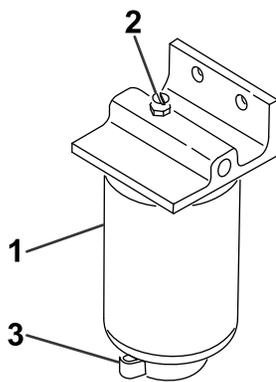

Bild 55
3. Lösen Sie das Ablassventil an der Unterseite der Filterglocke (Bild 55).
2. Reinigen Sie den Anbaubereich der Filterglocke (Bild 55).